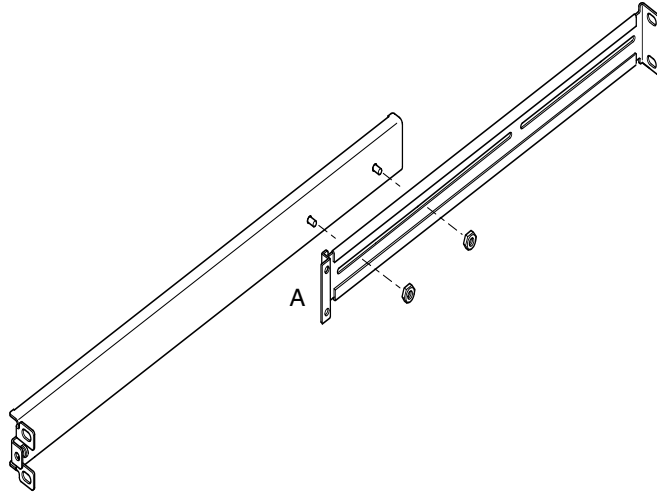

図 5-3 スライドの組み立て (標準の 19 インチ幅ラックの場合)
- 標準ラック (幅 19 インチ) の場合は、A の部分がラックの正面側に来るようにします (図 5-3 を参照)。